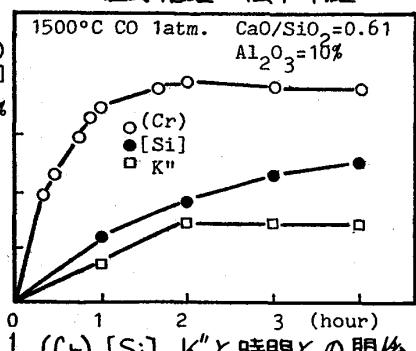

図 1 (Cr), [Si], K'' と時間との関係
平衡実験: 前報ではスラグ-合金間のSiの移動の影響を無視したが、今回それを考慮に入れて実験を行った。Fig 1に、1500°C, CO 1atm, 黒鉛ルツボ内で $\text{Cr}/(\text{Cr}+\text{Fe})=0.425$ (この温度で $(\text{FeCr})_7\text{C}_3$ との平衡組成) の合金と $\text{CaO/SiO}_2=0.61, \text{Al}_2\text{O}_3=10\%$ のスラグを反応させた結果を示す。2時間程度で (Cr) にピークが現れる。このとき $\text{[Cr]} + \text{CO} \rightleftharpoons \text{C} + (\text{CrO})$ (1) の反応とともに $(\text{SiO}_2) + 2\text{C} \rightarrow [\text{Si}] + 2\text{CO}$ (2) の反応も同時に進行している。この現象を説明するために (1)(2) の合成反応である $(\text{SiO}_2) + 2[\text{Cr}] \rightleftharpoons [\text{Si}] + 2(\text{CrO})$ (3) の平衡定数 K について考える。 $K = K'' = [\text{Si}]^{\frac{1}{2}} \cdot (\text{Cr})^{\frac{1}{2}}$ となる。Fig 1 に示すように、2時間以後では K'' は一定となり (3) の平衡が成立している。従って、(1) の右向きの反応は初期に急速に進む一方、(2) の反応がピークの出現する2時間以後も依然として進行し、[Si] の上昇に伴ない上記 $K'' = \text{一定}$ の関係を満足するために (1) の反応は左向きに逆行する。このスラグは粘性、平衡クロム濃度ともに最も高いものであり、平衡到達時間が最も長いと思われる。従って、本実験では全て3時間 1500°C, CO 1atm 黒鉛ルツボ内で $\text{Cr}/(\text{Cr}+\text{Fe})=0.425$ の合金と反応させ、実験終了後の全組成を分析し、その組成における Cr 平衡値とした。